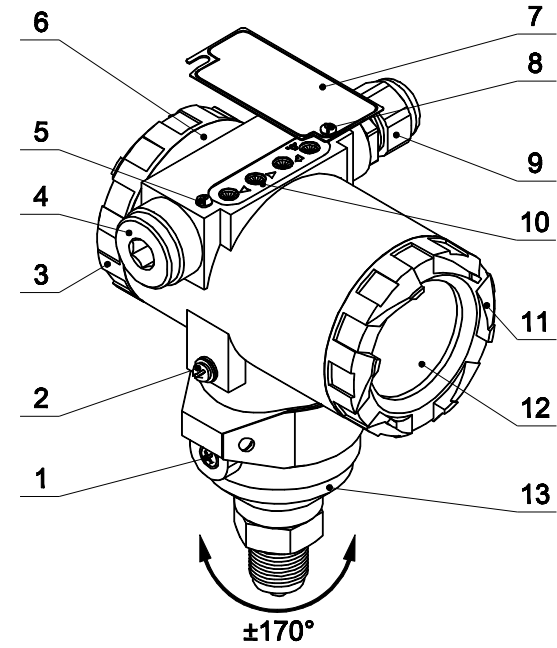
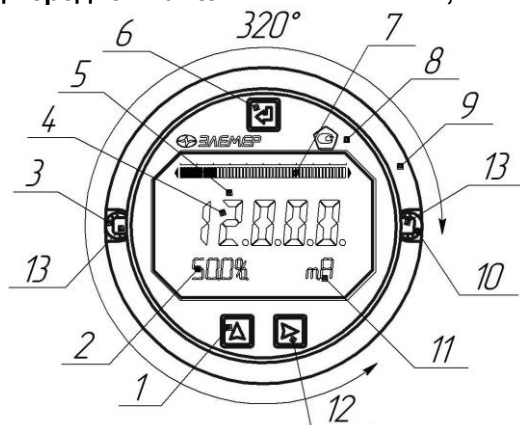

Рисунок 2.1
Рисунок 2.2
2.3.1.3. Модуль ЖК-индикатора может быть повернут относительно микропроцессорного модуля на угол 320° (см. рисунок 2.2).
2.3.1.4. На лицевой стороне модуля индикации расположены (см. рисунок 2.2):
- ослабить винты 5 и 8 (см. рисунок 2.1);
- повернуть шильдик 7 (см. рисунок 2.1).
- ослабить стопорные винты 1 (см. рисунок 2.1);
- повернуть корпус электронного блока 6 (см. рисунок 2.1).
2.3.2.1. Информация, возникающая в процессе работы преобразователей, отображается на многофункциональном ЖК-индикаторе, содержащем следующие поля индикации (см. рисунок 2.2):
2.3.3.2. Кнопки «», «», «» для работы с меню расположены на лицевой панели (см. рисунок 2.2) и на наружном блоке управления (см. рисунок 2.1). Кнопка «» подстройки (корректировки) «нуля» расположена на наружном блоке управления.